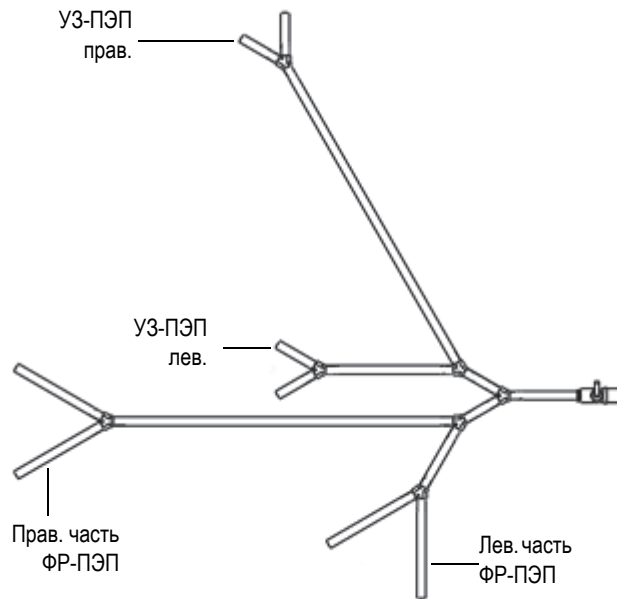
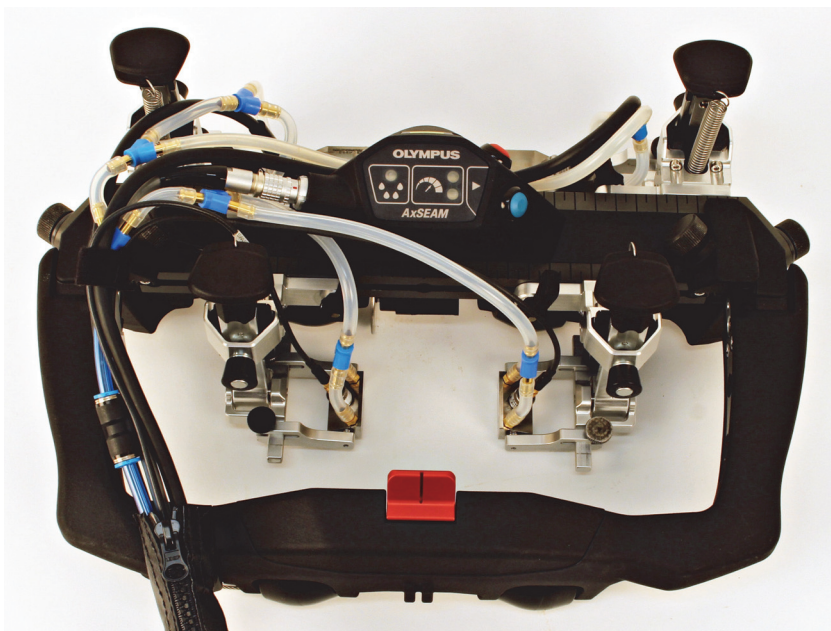

Рис. 2-25 Система подачи воды
Рис. 2-26 Ирригационная система ПЭП
1. Подключите каждый конец трубки к ирригационной системе призм (Рис. 2-25 на стр 59 и Рис. 2-26 на стр 60).